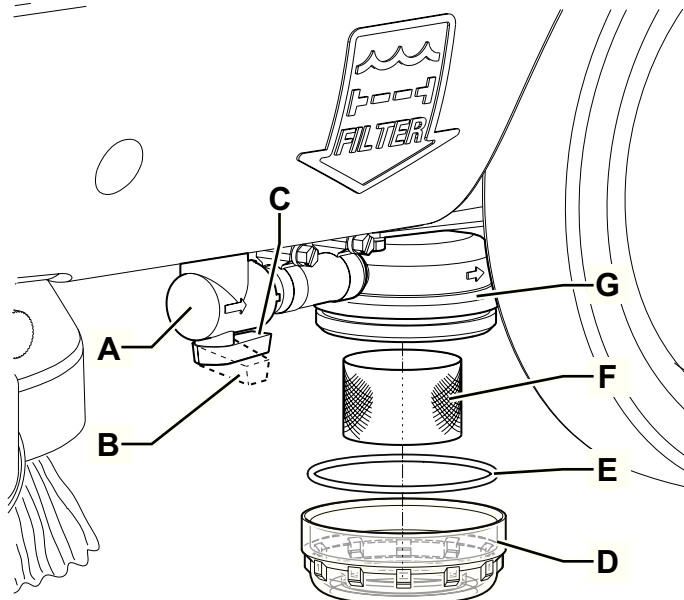

Рис. 7
2. Убедитесь, что сетевой шнур (21) отсоединен от сети электропитания.
3. Закройте кран раствора (А, Рис. 7) под машиной перед задним левым колесом. Кран (А) закрыт, когда находится в положении (В), и открыт, когда находится в положении (С).
4. Снимите прозрачную крышку (D) и уплотнитель (E), затем снимите сетку (F) фильтра. Очистьте и установите их на стойке (G).